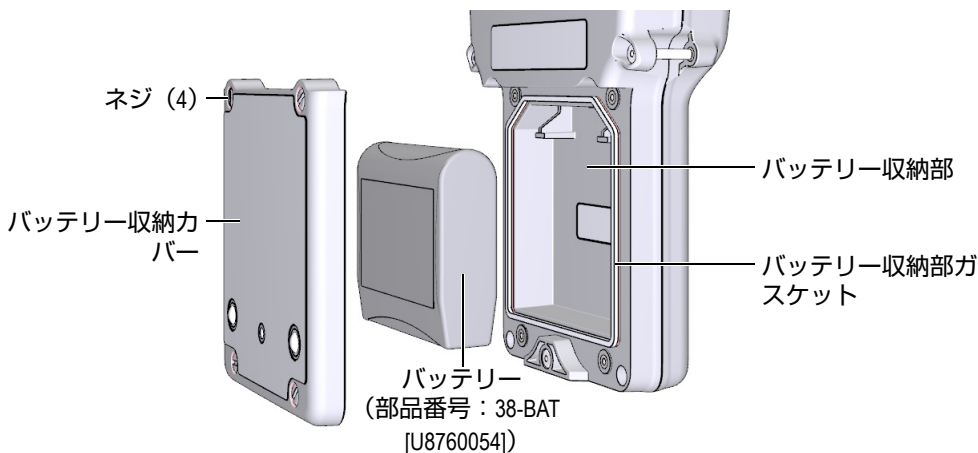

図 2-4 バッテリー収納部を開ける
バッテリーは、39DL PLUS の背面の収納部にあります（52 ページの図 2-4 参照）。
6. 装置の背面にあるバッテリー収納カバーに固定されている4本のネジを緩めます (52 ページの図 2-4 参照)。